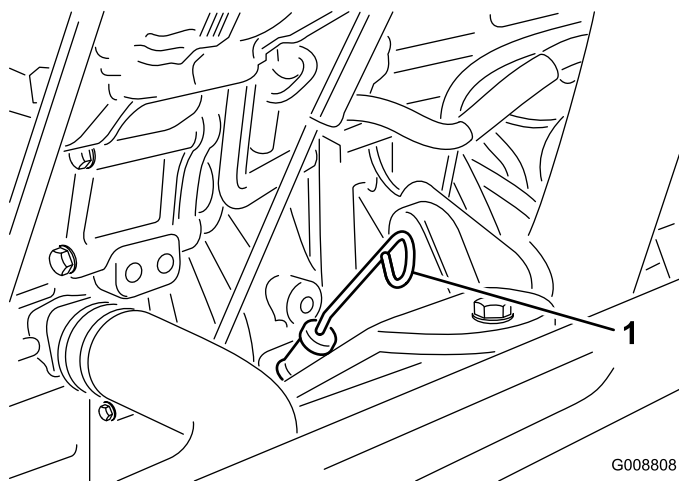

图 51
3. 取出量油尺擦拭干净插入管道中然后再次拉出。油位应处于安全范围 (图 51)。